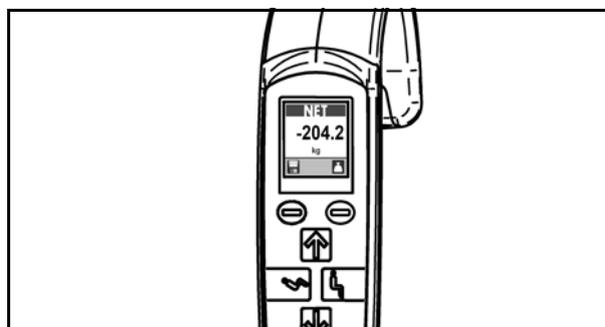

Fig. 65
2. Terminer le transfert du patient puis le faire sortir du lève-personne. Le pèse-personne affiche un nombre négatif (voir Fig. 65).